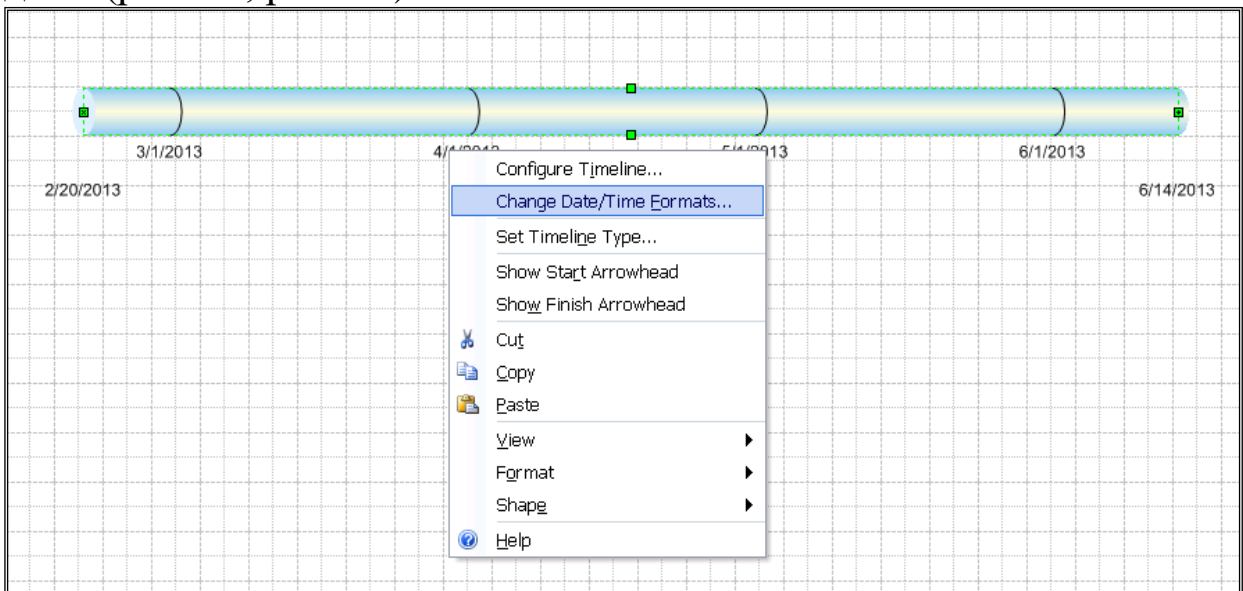
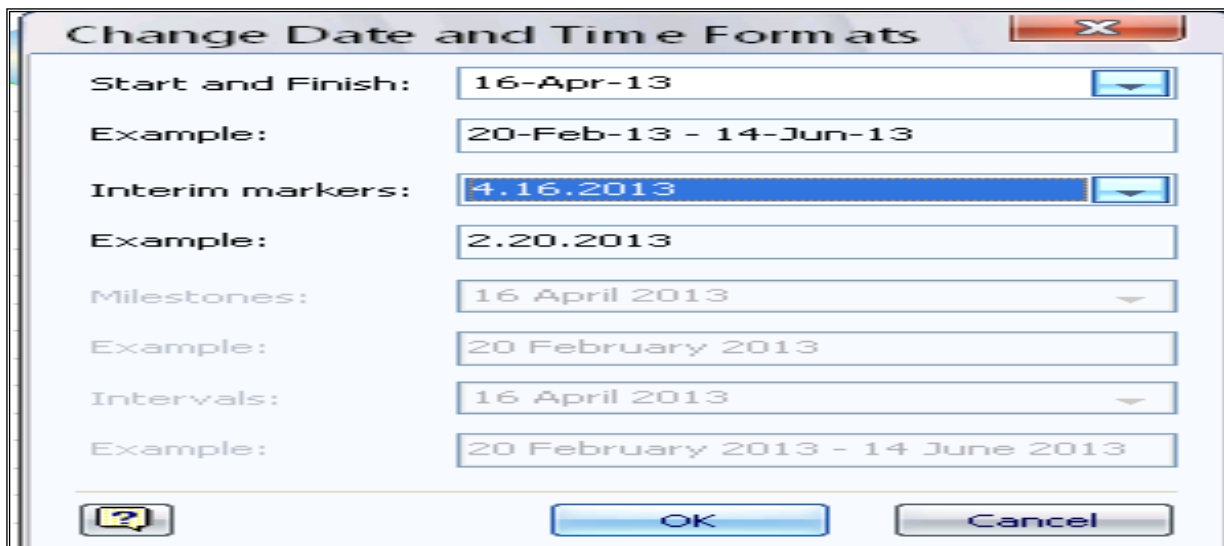

Рис.84. Настройка даты
Рис. 85. Выбор формата даты
2) Используя контекстное меню фигуры, настраиваем формат даты (рис. 84, рис. 85):